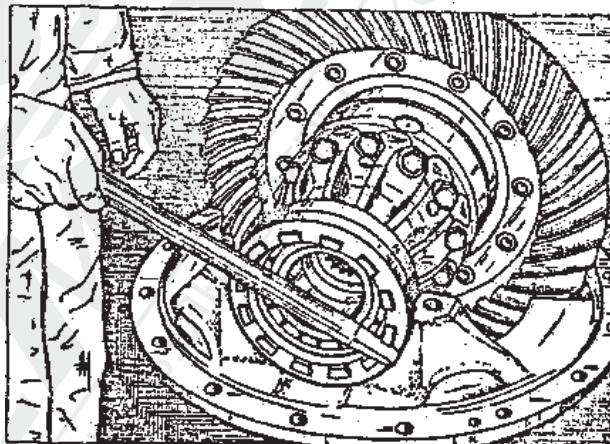
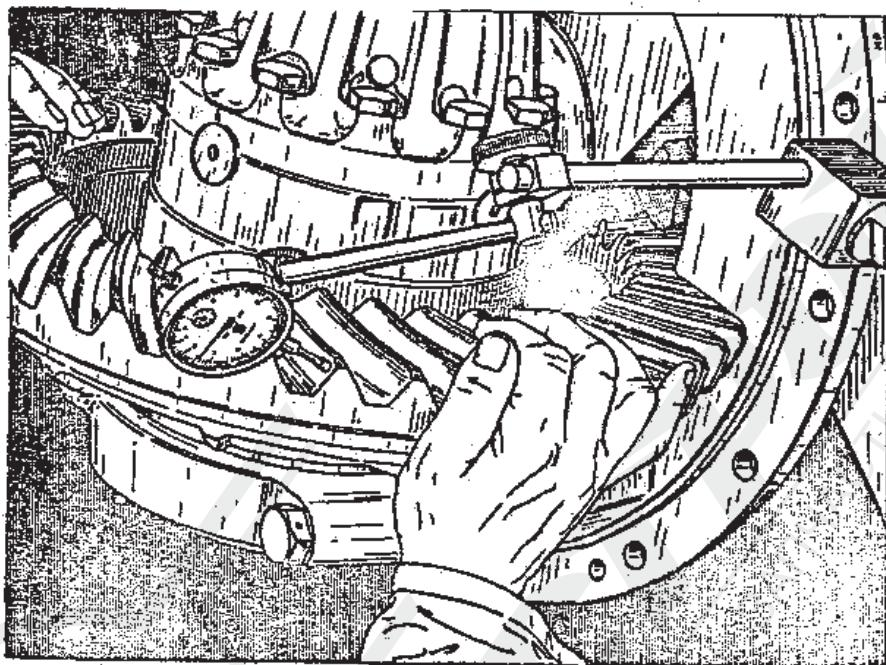

Рис. 4-16. Регулировка положения узла тарельчатого колеса с дифференциальным механизмом относительно приводного валика.
Рис. 4-17. Примерка зазора между зубьями приводного и та-
- путём регулировки гайки 7 /рис. 4-16/ определить положение тарельчатого колеса для обеспечения правильного пятна работы /рис. 4-8, 4-9, 4-10, 4-11, 4-12/ и проверить зазор между зубьями датчиком с магнитной подставкой, который должен составлять 0,2-0,45мм, однако разница не должна быть больше 0,12мм /рис.4-17/,